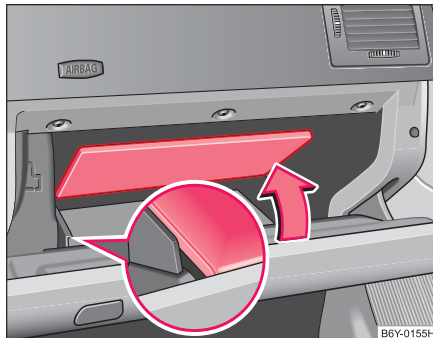

Abb. 70 Ablagefach:
Im Innenraum der Ablage befindet sich unter der klappbaren Trennwand* ein weiterer Ablageraum ⇒ Abb. 70.
- Fassen Sie die Trennwand am Randteil bzw. an der Aussparung an und klappen diese in Pfeilrichtung auf ⇒ Abb. 70.